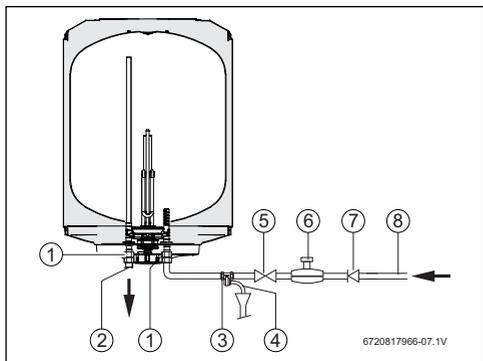

Fig. 10 Raccordement d'eau
Pour éviter les défauts dus à des variations de pression subites pour l'alimentation de l'eau, il est recommandé d'installer un clapet anti-retour en amont du ballon (fig. 10, [7]).
- Monter la soupape de sécurité sur le raccordement d'eau froide du ballon d'eau chaude sanitaire (fig. 10, [3]).
Lorsque la pression d'eau est supérieure à 80 % de la pression maximale du ballon d'eau chaude sanitaire (6,4 bars), installer une soupape de réduction de pression (fig. 10, [6]).